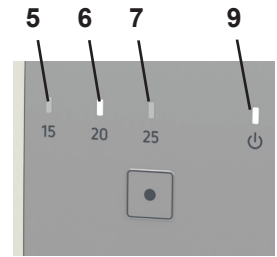

Fig. 4
- ◆ O indicador de funcionamento verde (9, Fig. 4) pisca de forma rápida.
- ◆ O indicador amarelo do limiar definido acende-se (5, 6, 7, Fig. 4).
- ◆ O indicador de funcionamento verde (9, Fig. 4) acende-se.
Se o sensor de fluxo SILENT detectar um fluxo volumétrico no ponto de aspiração, isso é apresentado mediante intermitência lenta do indicador de funcionamento verde (9, Fig. 4).
Desde que o fluxo volumétrico seja maior que o valor limite estabelecido, o indicador correspondente (5, 6, 7, Fig. 4) acende-se.